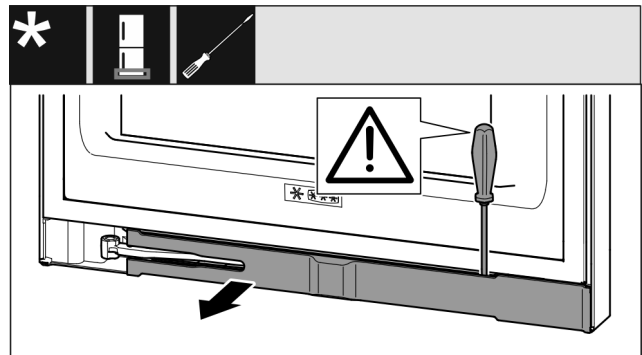

Fig. 15
- ▶ Blende mit Schlitzschraubendreher ausrasten und zur Seite schwenken. (siehe Fig. 15)